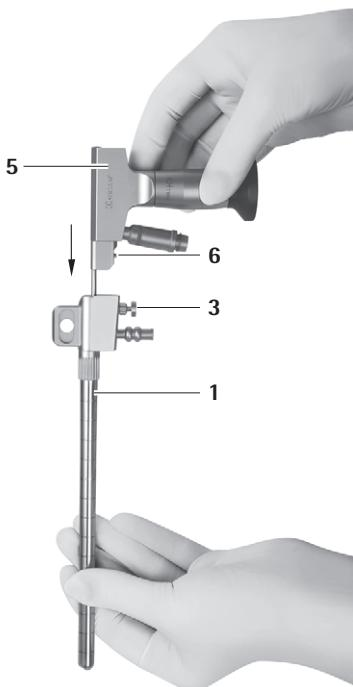

Fig. 2
- Bloquear o endoscópio 5 no trocarte MINOP InVent 1, ver Fig. 2.